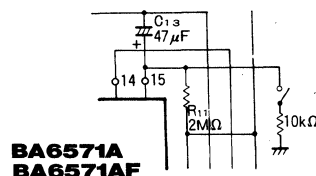

Fig.5
(2) 周囲雑音と音声の識別回路を内蔵しているため、送話入力に正弦波等振幅が一定の波形を入力すると、一定時間後にミュートがかかります。回路試験等の場合は、15pinに10k Ω 程度をGNDとの間に接続してください (Fig. 5 参照)。